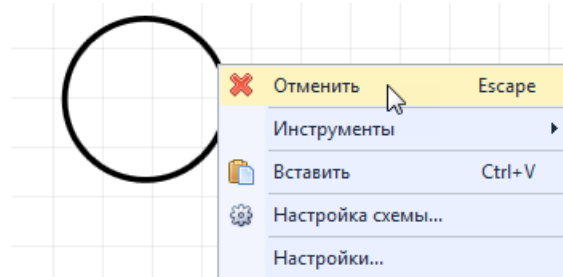

Рис. 386 Отмена размещения фигуры
4. Для отмены размещения окружности до фиксации ее требуемого радиуса вызовите контекстное меню и выберите «Отменить», Рис. 386.